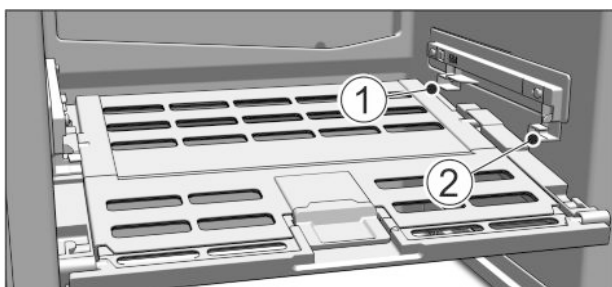

Fig. 14
- Nasazení víka přihrádky na ovoce a zeleninu: Výstupky víka zaveďte zdola do zadních držáků Fig. 14 (1) a vpředu zaklesněte do držáku Fig. 14 (2).